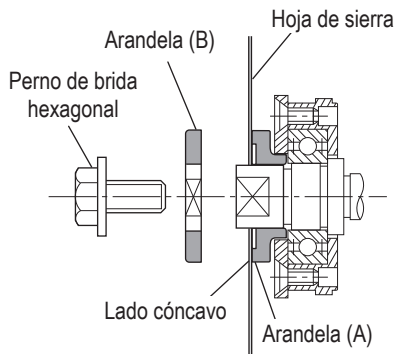

Fig. 16
- Para montar la hoja de sierra, el lado cóncavo de la arandela (A) debe colocarse en el lado de la hoja de sierra. (Vea la Fig. 16).